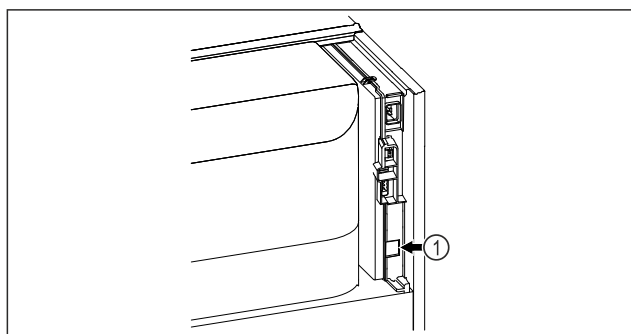

Fig. 92
- Założono SmartModule Fig. 92 (1).